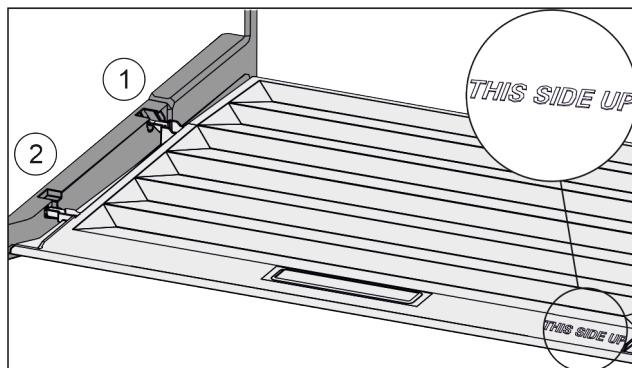

Fig. 74
- Výstupky veka zavedte cez otvor zadného držiaka Fig. 74 (1) a zaistite vpred v držiaku Fig. 74 (2).